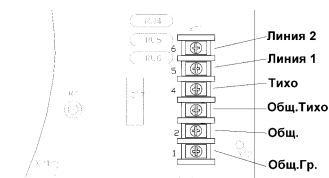

Рисунок 1 – Расположение контактов на клеммной колодке ПУ
6.2 Произведите установку и подключение ПУ к линии связи в следующей последовательности: снимите с петли нижнюю часть корпуса ПУ и установите ее на основании комплекта крепления при помощи крепежа, входящего в комплект поставки; разделайте линейный кабель на необходимую длину и введите его в корпус; закрепите кабель на основании при помощи скобы; наденьте на петлю верхнюю крышку изделия; произведите подключение концов линейного кабеля к клеммной колодке согласно надписям под колодкой и на внутренней части крышки (см. рисунок 1).